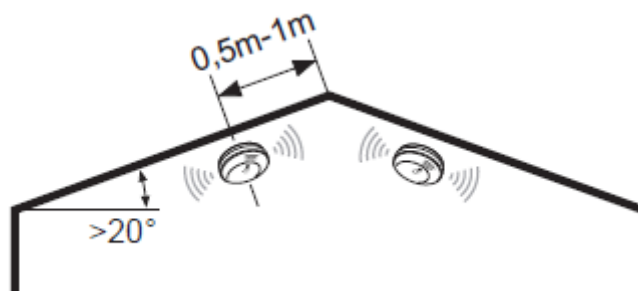

Abbildung 1: Befestigung des Rauchwarnmelders an der Dachschräge
- *Dachboden:* Beim Dachboden sollte ein Abstand zur Dachspitze von mindestens 50 cm eingehalten werden (siehe Abbildung 1).